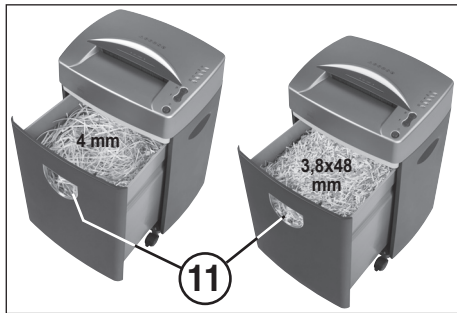

Рис. 3
#### ПРИЕМНОЙ КОРЗИНЫ (рис. 3):
Когда измельченный материал виден в контрольном окне индикации заполнения (11) (рис. 3), необходимо опорожнить приемную корзину.